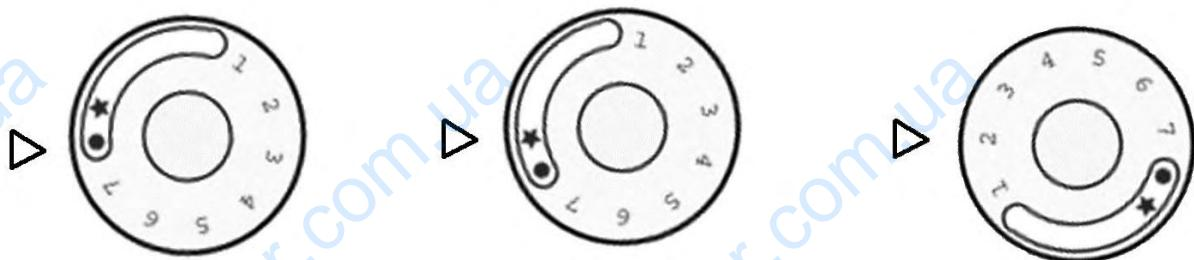

Рисунок 4
4. Котёл оснащен автоматикой EVROSIT 630. Изначально ручка управления находится в положение "точка" (рисунок 4). Растопочная и основная горелки погашены (подача газа к ним заблокирована).
- для розжига основной горелки ручка, вращением против часовой стрелки, переводится в положение от «1» до «7» в зависимости от необходимой температуры нагрева воды в контуре отопления (рисунок 4). Максимальная температура нагрева воды в контуре отопления (90°C) - соответствует положению «7» на ручке управления. При первом розжиге управляющие элементы котла устанавливаются так, чтобы была достигнута максимальная температура отопительной воды в системе для прогрева дымохода и водяного контура отопления. Прогрев осуществляется не менее часа.
6. Выключение аппарата производится путем поворота ручки в положении "точка" (рисунок 4). При этом растопочная и основная горелка погаснут. При отключении аппарата необходимо перекрыть подачу газа. Если не угрожает замерзание аппарата, можно оставить в нем воду, в противном случае необходимо слить воду из аппарата и системы.